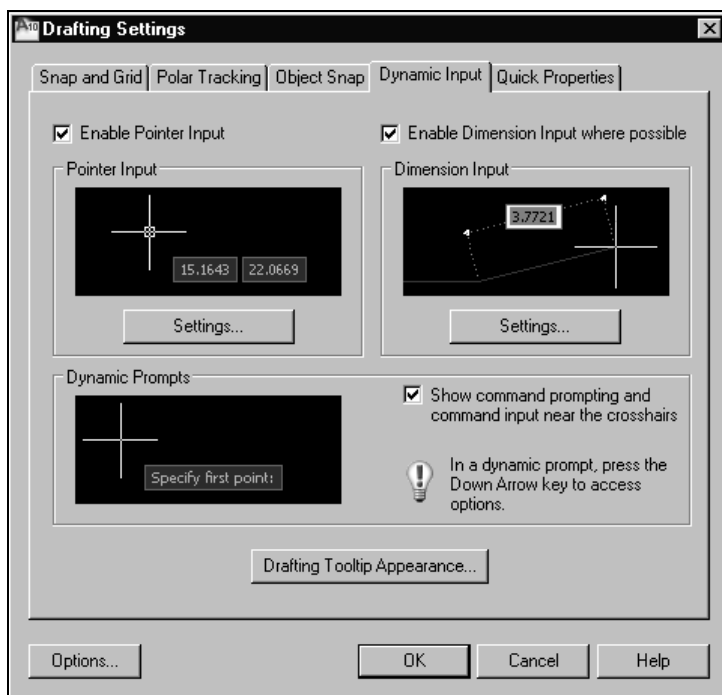

Рис. 1.25. Диалоговое окно для настройки динамического ввода
1. Вызовите диалоговое окно **Drafting Settings** (Режимы рисования) на вкладке **Dynamic Input** (Динамический ввод) (рис. 1.25), воспользовавшись контекстным меню, которое появляется после щелчка правой кнопки мыши на кнопке **DYN** (ДИН) в строке состояния.